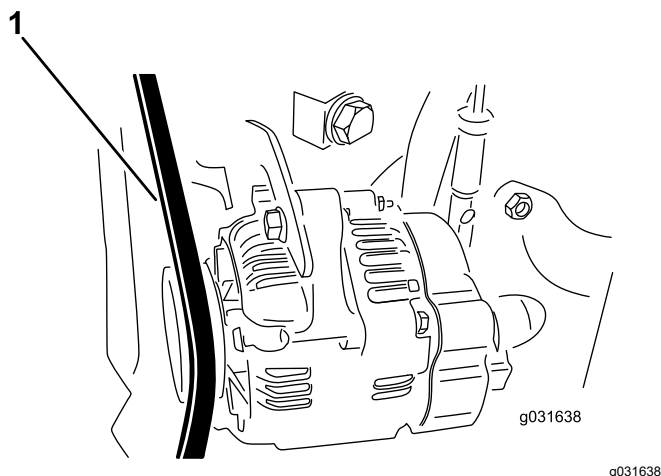

図 60
2. プーリとプーリの間中部でベルトを指で 0.25 kg 程度の力で押して点検する 図 60。